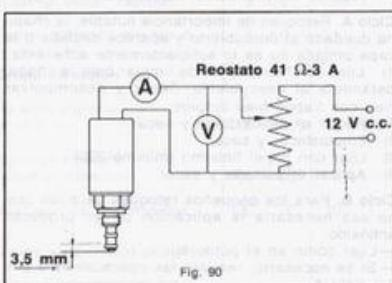

Fig. 90
**Verificación del funcionamiento de la electroválvula** (Fig. 90): realizar un esquema como el indicado en la figura y comprobar que el pistón se mueve 3,5 mm aplicando una tensión  $\leq 8$  V. Controlar además que la corriente absorbida sea  $\leq 350$  mA.